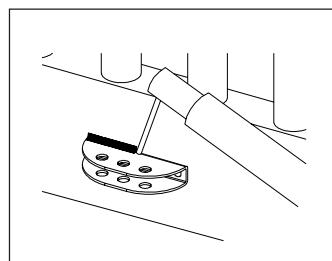
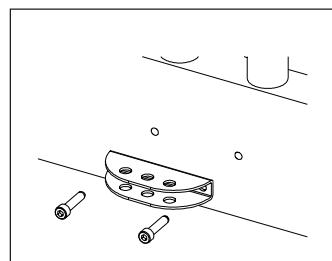

Abb. 11
Abb. 12
- Die Befestigung kann direkt auf dem Flügel angeschweißt (Abb. 11) oder unter Verwendung von Gewindestützringen angeschraubt werden (Abb. 12).